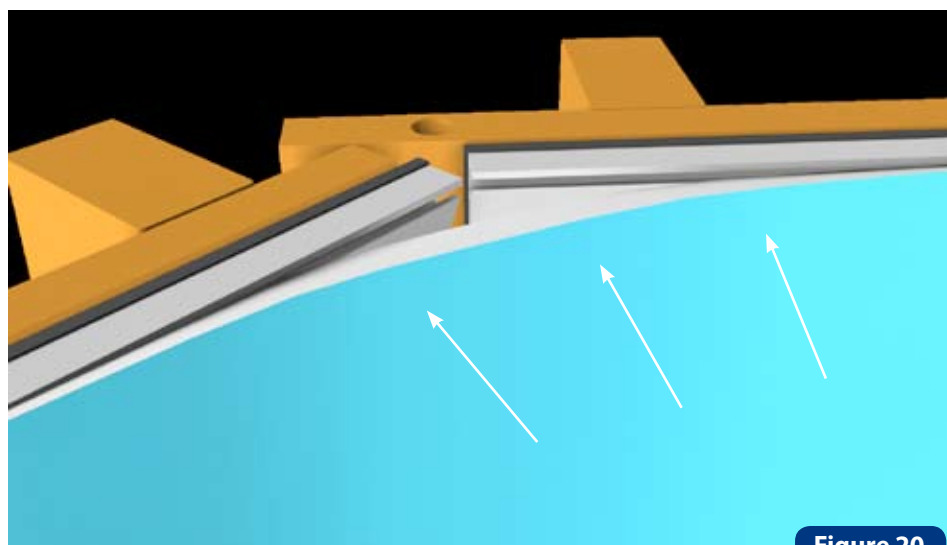

Figure 20
- Accrochez le lien de liner dans la baguette (figure 20).